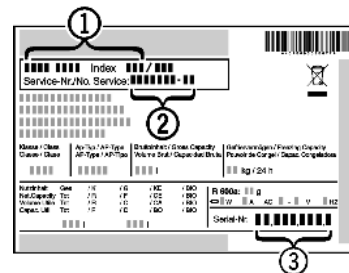

Fig. 46
- ▶ Назва пристрою *Fig. 46 (1)*, сервісний номер *Fig. 46 (2)* та серійний номер *Fig. 46 (3)* вказані на заводській табличці. Заводська табличка знаходиться всередині пристрою, зліва.